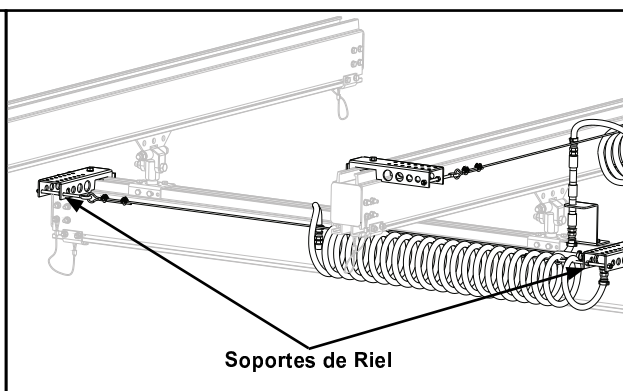

Figura 3-122
- Paso 4. En lado opuesto del Riel, instale soporte de Riel aflojando M12 HHCS y deslizando soporte en el canal superior de riel del puente. Apriete M12 HHCS para asegurar soporte al riel. **Apriete hasta asentar tornillos + ¼ vuelta.** No apretar de más, puede doblar el soporte. Vea Figura 3-122.